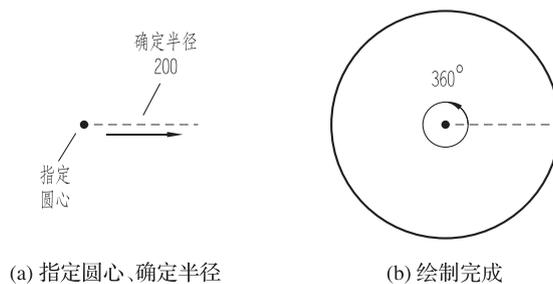

图 2-27 使用“圆心、半径”的方式绘制圆
(1) 使用“圆心、半径”的方式绘制图 2-27 所示的圆。具体操作步骤如下: